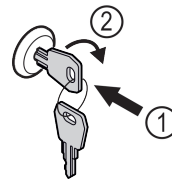

Fig. 170 Esimerkkikuva
- ▶ Paina avain lukkoon Fig. 170 (1).
- ▶ Kierrä avainta 90° myötäpäivään Fig. 170 (2).